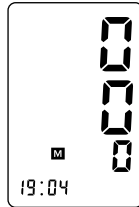

Figure 4
- Ensuite, appuyez de nouveau sur la touche de mémoire et maintenez-la enfoncée jusqu'à ce que les valeurs mesurées soient remplacées par des zéros (Figure 4). La mémoire est maintenant supprimée.